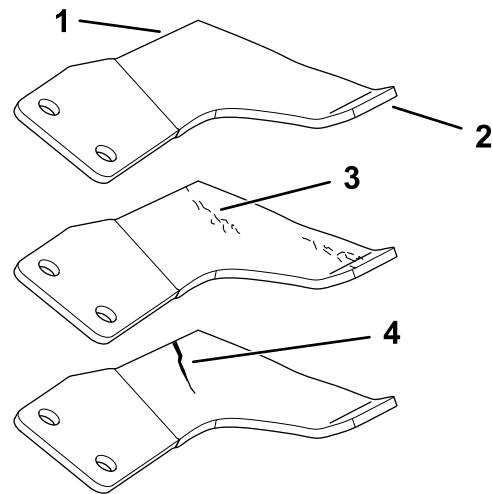

Bild 103
1. Untersuchen Sie die Schnittkanten (Bild 103).
4. Wenn Sie Risse, Verschleiß oder Rillenbildung in diesem Bereich feststellen, sollten Sie sofort ein neues Schnittmesser einbauen (Bild 103).